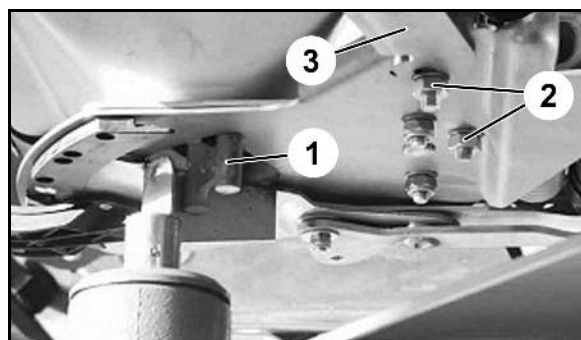

Fig. 9
1. Løsne festeskruene (Fig. 9/2) for stillmotorens konsoll (Fig. 9/3).
2. Stikk innstillingslæren (Fig. 9/1) inn i gjennomløpsåpningen.
3. Sving stillmotorkonsollen (Fig. 9/3) mot innstillingslæren og trekk til festeskruene (Fig. 9/2) igjen.